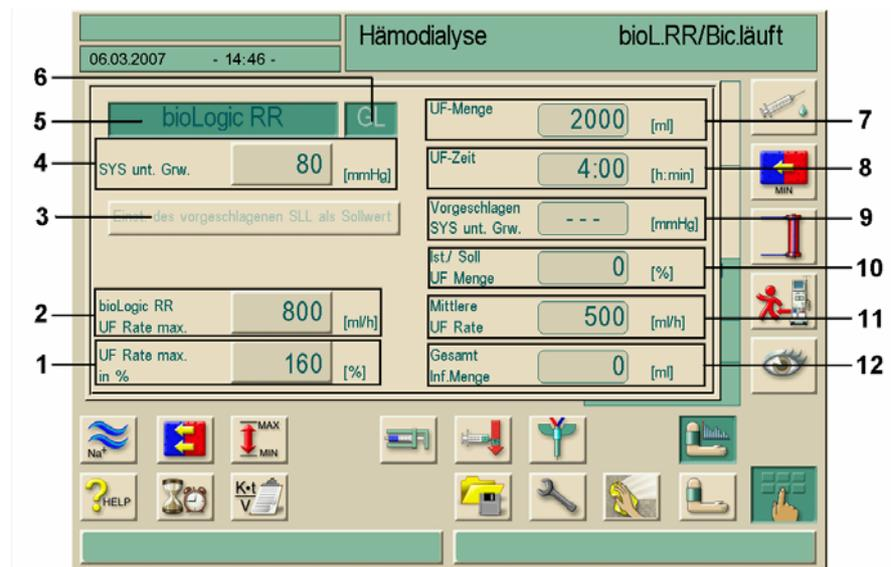

Fig. 10-9 Bildschirm „bioLogic RR® Parameter“
- Feld „vorgeschlagenen SLL als Sollwert übernehmen“ berühren. Der in Fig. 10-9, 4 angezeigte Wert wird übernommen.
- Taste **6**, Fig. 10.9 berühren.